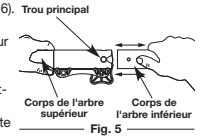

Fig. 5
3. Tenez fermement le corps de l'arbre supérieur et retirez l'accessoire de coupe ou autre du coupleur Rapid Link® (Fig. 5)
2. Tenez fermement l'accessoire et enfoncez-le tout droit dans le coupleur Rapid Link® (Fig. 5).